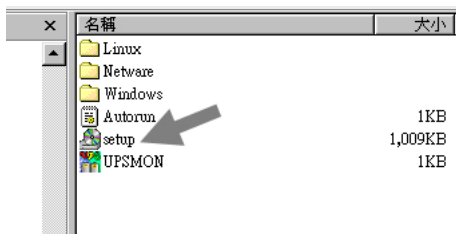

Рис. 5.2
**Примечание:** Если ваша установочная программа не запускается автоматически, выберите Start→Programs→Windows Explorer (для ОС Windows XP), а затем кликните курсором мышки два раза по установочной иконке (в вашем дисковом CD-ROM, как показано на рис. 5.2).